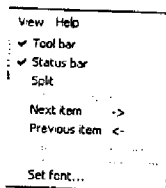

図 9-2 表示メニュー
- ① メイン画面のメニューから<View>-<Split>を選択します。(「図 9-2 表示メニュー」を参照)
- ① メイン画面のメニューから<View>-<Next Item>または<Previous Item>を選択します。(「図 9-2 表示メニュー」を参照)
- ② <Next Item>を選択した場合、「データ構造表示領域」の現在のカーソル位置から次のアイテムへカーソルが移動します。次のアイテムとは、データ構造的に下層のアイテムです。下層が存在しなければ、下方に表示されているアイテムです。
- ③ <Previous Item>を選択した場合、「データ構造表示領域」の現在のカーソル位置から前のアイテムへカーソルが移動します。前のアイテムとは、データ構造的に上層のアイテムです。上層が存在しなければ、上方に表示されているアイテムです。
- ① メイン画面のメニューから<View>-<Jump>を選択します。(「図 9-2 表示メニュー」を参照)
- ① メイン画面のメニューから<View>-を選択します。(「図 9-2 表示メニュー」を参照)